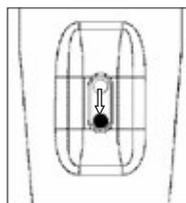

Figura 23
- Mova uma corredeira da tampa para baixo a fim de cobrir os pontos de medição (Figura 23).
- Mova uma corredeira da tampa para baixo a fim de cobrir os pontos de medição (Figura 23);